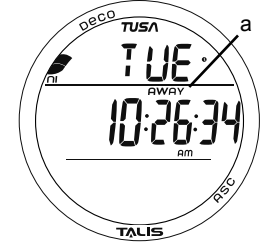

Abb. 7B - STANDARDZEIT
Alternativzeit, eingestellt mit Zeitunterschied, ist die Zeit an einem anderen Ort. Nach der Ankunft an einem anderen Ort kann die Alternativzeit - angezeigt mit dem Symbol AWAY (Abb. 7B a) - als Uhr-Standardzeit ausgewählt werden.
- > Tageszeit (Std:Min:Sek) mit AM- (oder PM-) Symbol bei 12-, kein Symbol bei 24-Stundenformat und das Symbol AWAY (Abb. 7B a), wenn die Alternativzeit als Standardzeit ausgewählt ist.